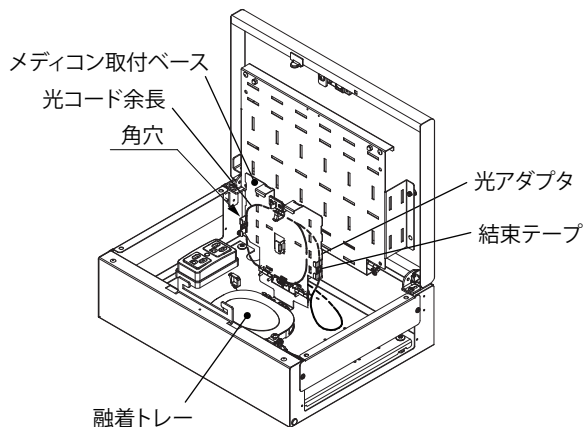

図3 メディコン取付ベース開放状態
- メディコン取付ベース裏面で光アダプタから出線した光コードの余長を収納してください。(図3)